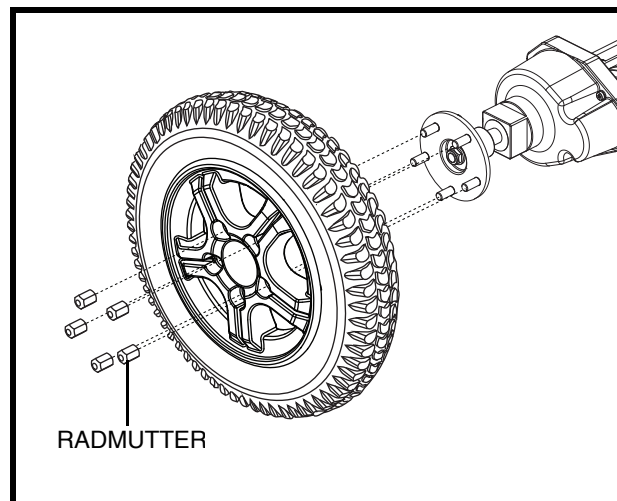

Abb. 21. Reifenradenthebung
4. Die fünf (5) Radmuttern entfernen. **Siehe Abb. 21.**